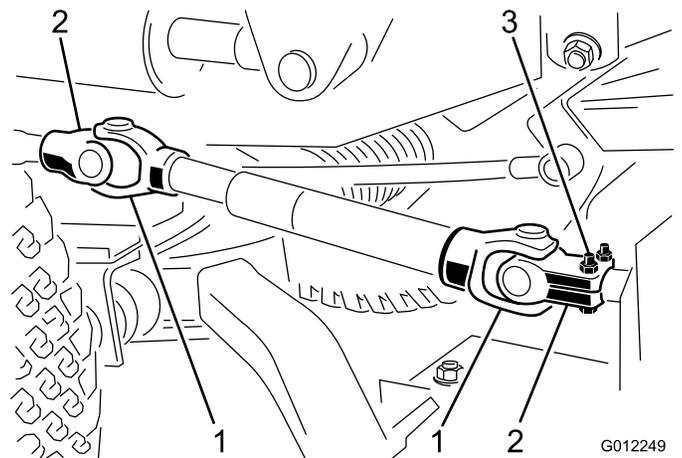

Bild 8
- Fluchten Sie die Löcher im Joch und in der Eingangswelle des Getriebes aus. Schieben Sie das Joch auf die Welle und befestigen sie mit einem Spannstift und zwei Kopfschrauben (5/16 x 1-3/4 Zoll) und Sicherungsmuttern (5/16 Zoll) (Bild 8).